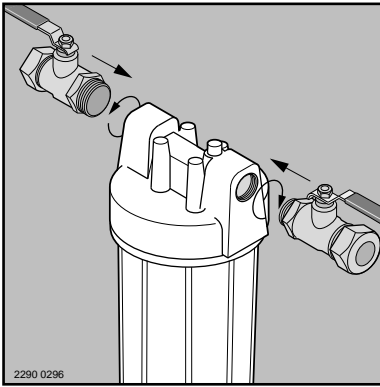

Figure 1, Figura 1
1. Visser les raccords à compression en laiton ou les robinets à boisseau sphérique dans la tête du filtre en utilisant du ruban téflon (voir la Figure 1). Ne pas utiliser de pâte pour raccords filetés. Les serrer fermement avec une clé mais ne pas les forcer.